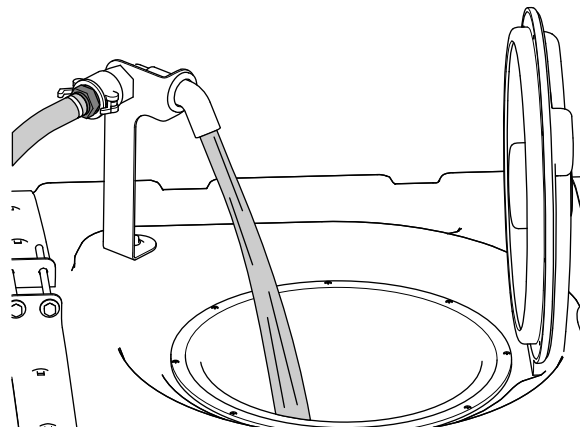

Figure 31
5. Ajoutez les trois quarts de l'eau nécessaire dans la cuve du pulvérisateur (Figure 31).